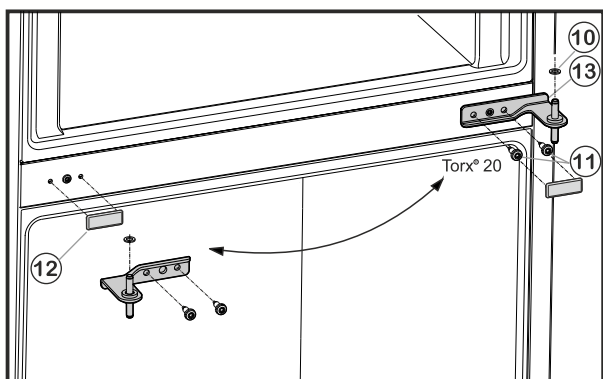

Fig. 6
- ▶ Vyskrutkujte upevňovacie skrutky *Fig. 6 (11)* (2x Torx® 20) a ložiskovú konzolu v strede vyťahnite zo spodných dverí.
- ▶ Odoberte plastovú podložku *Fig. 6 (10)*.
- ▶ Krytku *Fig. 6 (12)* opatrne odoberte.
- ▶ Krytku *Fig. 6 (12)* znovu nasadíte na opačnú stranu.
- ▶ Ložiskovú konzolu v strede *Fig. 6 (13)* otočenú o 180° nasadíte do spodných dverí a pomocou upevňovacích skrutiek *Fig. 6 (11)* (2x Torx® 20) ju znovu pevne naskrutkujte na novú stranu závesu (**4 Nm**).
- ▶ Opäť nasadíte plastovú podložku *Fig. 6 (10)*.
- ▶ Vrchné dvere nasadíte na ložiskovú konzolu v strede *Fig. 6 (13)*.